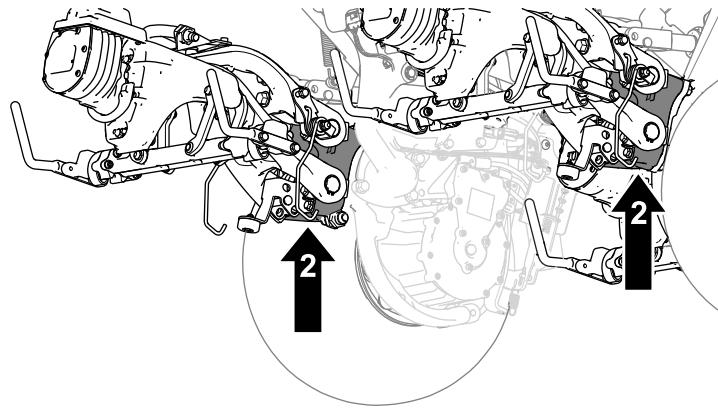

Figura 36
2. Dopo il sollevamento della macchina, usate un cavalletto opportuno sotto le seguenti aree per supportare la macchina (Figura 36):